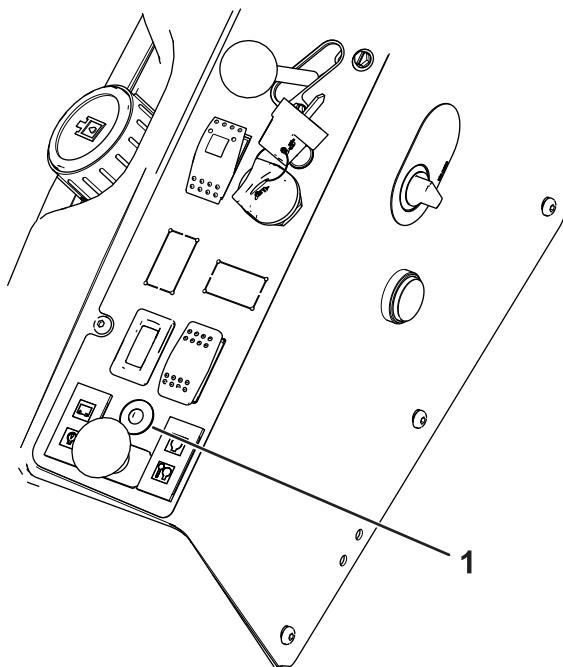

図 11
- i. センサーのキャリブレーション中は LED ライト (**図 11**) が点滅する。
ランプと音で斜面の傾きの程度を表します 図 11